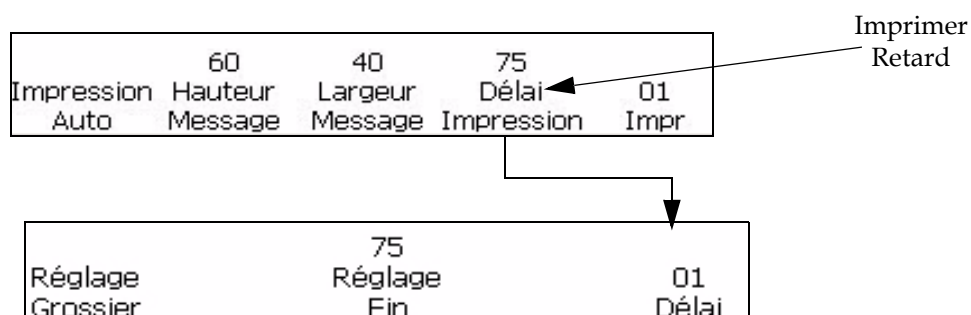

Figure 4-29: Fenêtre <01 Retard>
- 1 Naviguez jusqu'à la Fenêtre <01 Imprimer> (01 Editer > 02 Editer > 03 Editer > 04 Editer - Config. Imprimante > 01 Imprimer). Voir Figure 4-29 à la page 4-32.